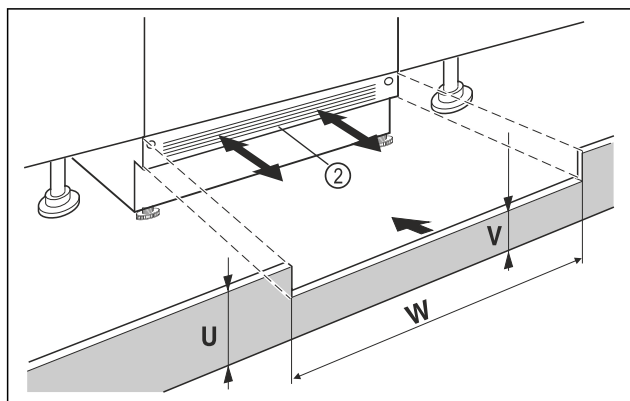

Fig. 16 Primjer izgleda
- ▶ Natakните masku podnožja uređaja Fig. 16 (2), ali je nemojte još pričvrstiti.
- ▶ Ako se maska podnožja Fig. 16 (2) vidi, izvucite je toliko prema naprijed da prednji rub ventilacijske rešetke i maske podnožja namještaja tvore ravninu.
- ▶ Ako je maska podnožja skrivena Fig. 16 (2), gurnite je posve prema otpraga.
- ▶ Obratite pozornost na potpuno slobodne ventilacijske otvore: Po potrebi izrežite visinu maske podnožja namještaja Fig. 16 (U)!
- ▶ Uzduž širine niše Fig. 16 (W) prilagodite visinu poprečne lamele Fig. 16 (V) ispod maske podnožja uređaja Fig. 16 (2).